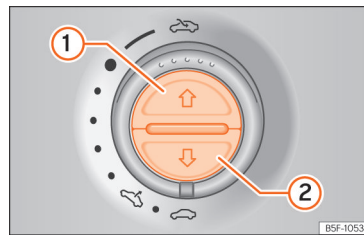

Fig. 111 Nel rivestimento interno del tettuccio: tasti della tendina parasole.
- Premere brevemente il tasto »» fig. 111 ①.
- *Tendina parasole*: prima che siano trascorsi Nei 5 secondi successivi dall'attivazione del limitatore di forza, premere il tasto »» **fig. 111** ② finché la tendina non si sarà chiusa completamente.